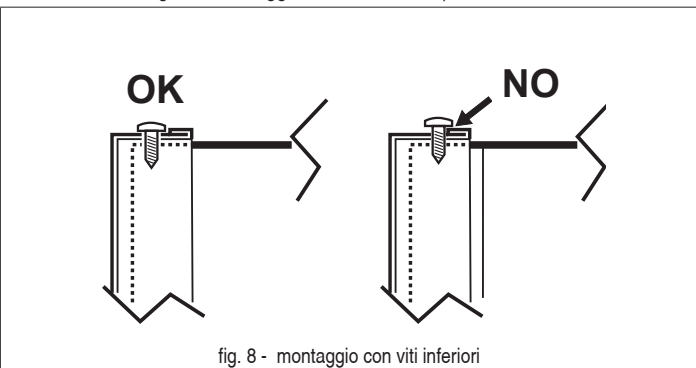

fig. 8 - montaggio con viti inferiori
3. Procedere in ordine inverso per rimontare il pannello anteriore. Assicurarsi che sia fissato correttamente al pannello superiore e completamente in appoggio sui pannelli laterali. La testa della vite "A", una volta serrata, deve essere posizionata come indicato in "fig. 8 - montaggio con viti inferiori".